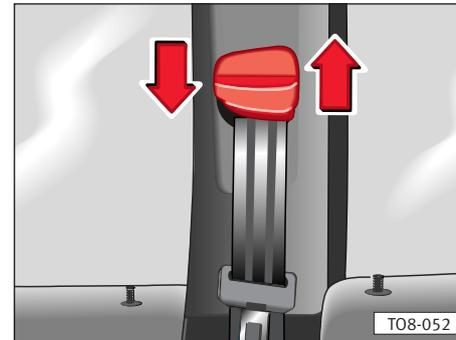

Fig. 10
- Para el ajuste hay que presionar el regulador y desplazarlo hacia arriba o hacia abajo ⇒ **fig. 10**, de modo que la banda del hombro se deslice aproximadamente por el centro del mismo, y **en ningún caso por el cuello**.